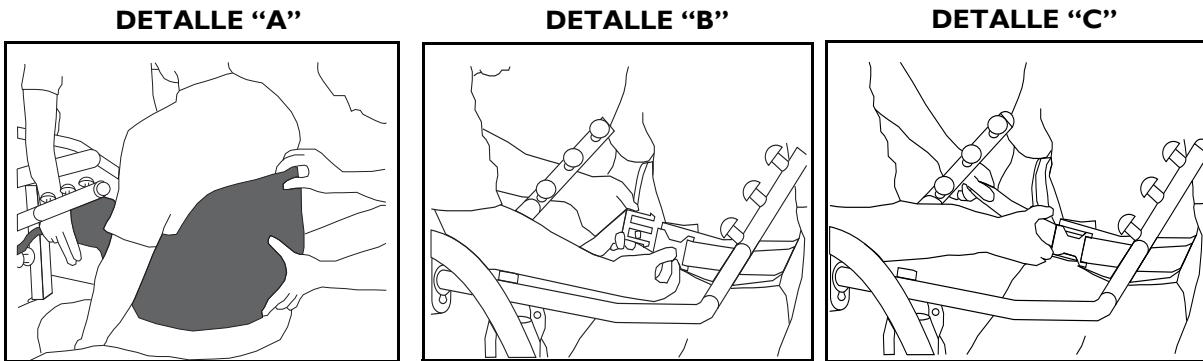
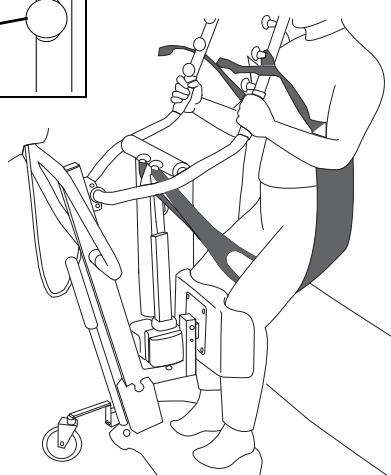
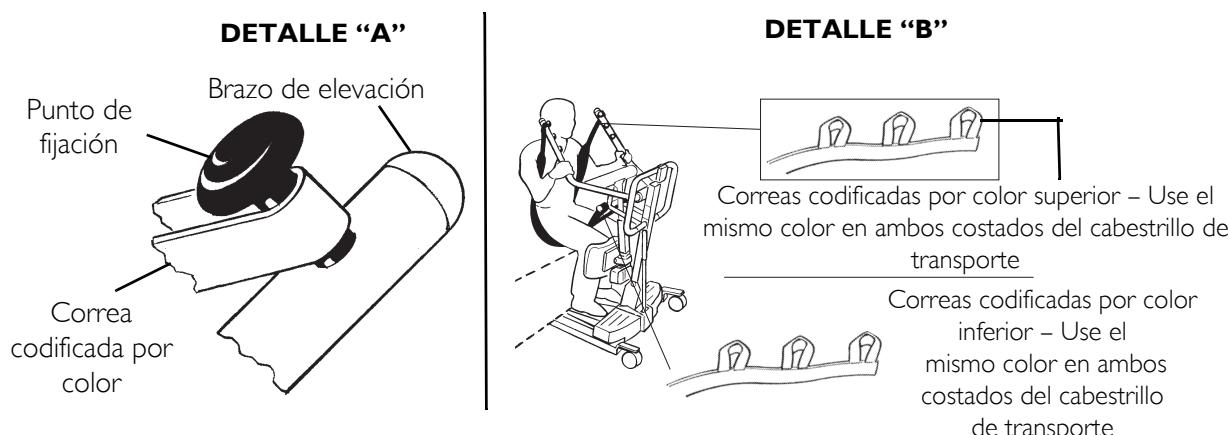

FIGURE 6.1 Posicionamiento de las eslingas alrededor del paciente - Eslingas para uso en posición vertical y para asistencia en posición vertical
FIGURE 6.4 Uniendo las hondas a la elevación ascendente del soporte - Eslinga de transporte o transferencia
FIGURE 6.5 Uniendo las hondas a la elevación ascendente del soporte - Eslinga de transporte o transferencia
NOTA: Para este procedimiento, consulte la FIGURE 6.1.
NOTA: Para este procedimiento, consulte la FIGURE 6.4 and FIGURE 6.5.
FIGURE 6.1 on page 74, de lo contrario, pueden ocurrir lesiones o daños.
- El cabestrillo de transporte se envuelve alrededor del exterior de cada brazo de elevación. Consulte el ejemplo "B" de FIGURE 6.4 on page 73.
- La correa codificada por color más cercana al paciente se usa para mantener la estabilidad y comodidad. Consulte el ejemplo "B" de FIGURE 6.4 on page 73.
- La correa codificada por color se ajusta correctamente a la perilla de fijación. Consulte el ejemplo "B" de FIGURE 6.5.
- La misma correa codificada por color superior se usa en cada lado del cabestrillo de transporte. Consulte el ejemplo "A" de FIGURE 6.5.
- El mismo punto de fijación se utiliza en cada brazo de elevación. Consulte el ejemplo "B" de FIGURE 6.1 on page 73. Consulte el ejemplo "B" de FIGURE 6.5.